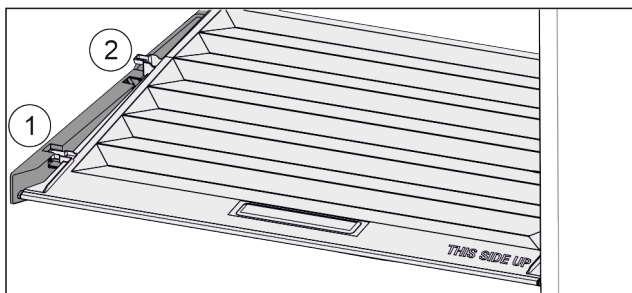

Fig. 81
- ▶ Veko potiahnite dopredu až k otvoru v prídržných dieloch Fig. 81 (1).
- ▶ Vzadu ho nadvihnite zospodu a zložte smerom nahor Fig. 81 (2).